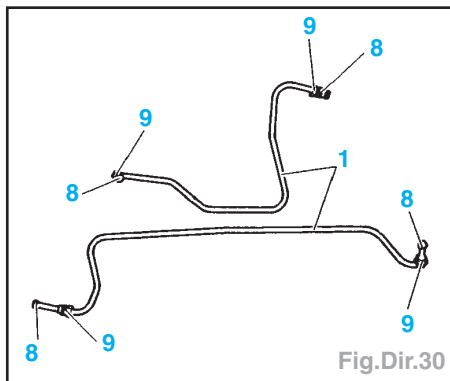

Fig.Dir.30
- Reposer les vis (2).
- Serrer les vis (2) à $2,3 \pm 0,4$ daN.m.
- Mettre en place des joints toriques (8) neufs (Fig.Dir.30).